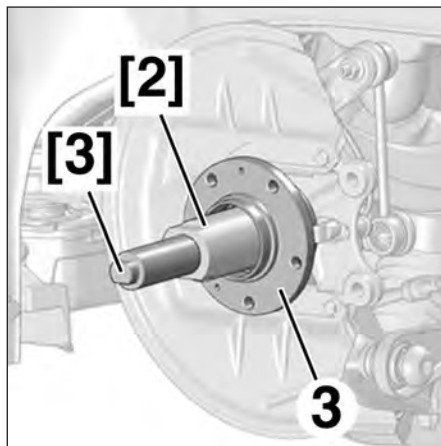

FIG.39
- Engager le moyeu sur l'outil [3] (Fig.39).
- Serrer l'outil [3] jusqu'à ce que le moyeu-roulement (3) soit en butée.